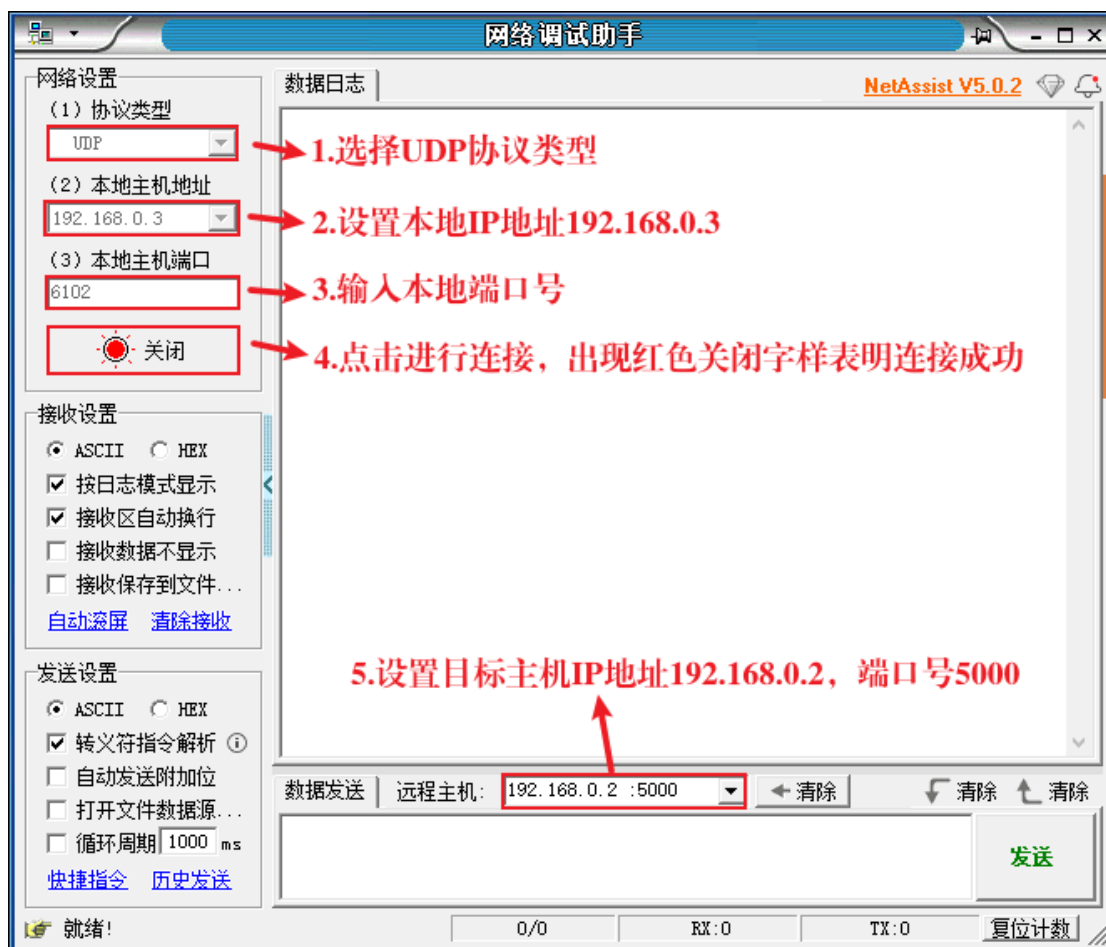

图 1-8 设置相关参数
7. 打开网络调试助手（NetAssist.exe）并按照如下所述设置各项参数，参考图 1-8。